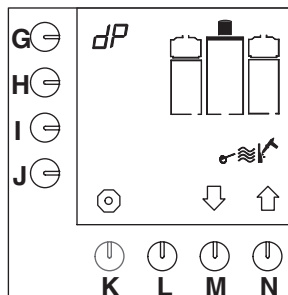

Fig. 15 Start ontkalkingsprogramma koffiezetstelsysteem
- Het ontkalkingsprogramma verschijnt in het display (fig. 15).
- houdt programmeertoets (G.) ingedrukt, totdat fig.15 weer in het display verschijnt.